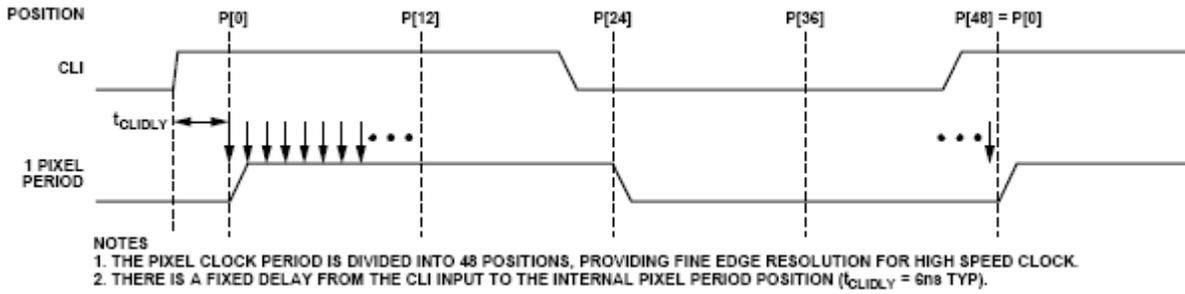

图17. CLI主时钟输入的高速时钟分辨率
*Precision Timing*内核使用一个1×主时钟输入(CLI)作为参考。此时钟的频率应与CCD像素时钟频率一致。图17显示了内部时序内核如何将主时钟周期分为48步或边沿位置。使用36 MHz CLI频率时,*Precision Timing*内核的边沿分辨率约为0.6 ns。如果无法获得1×系统时钟,可以设置CLIDIVIDE寄存器(地址0x30)以使用2×参考时钟,然后,AD9923A在内部将CLI频率除以2。